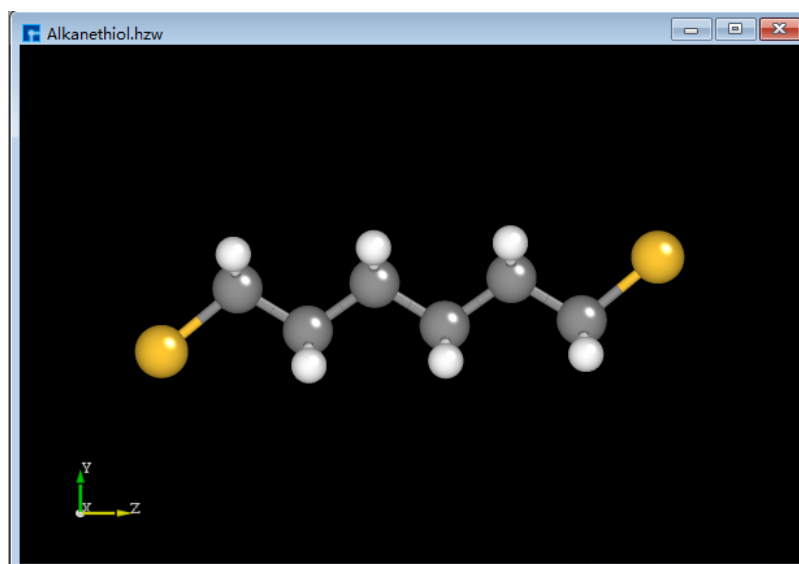

图 5.54: 烷硫醇 (Alkanethiol) 分子结构
(1) 导入烷硫醇（Alkanethiol）分子结构如 图 5.54 所示。